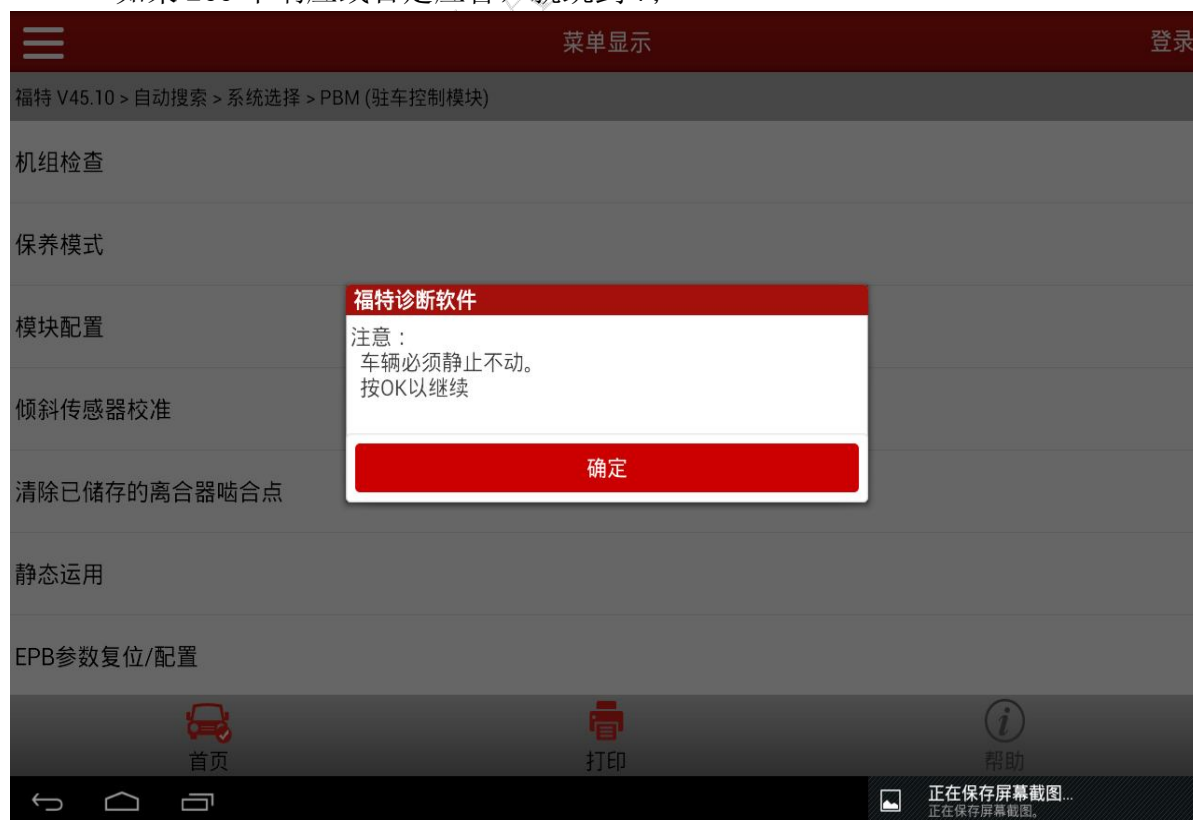

图 5
5). 提示：注意：车辆必须静止不动（如图 5），点击“确定”进入下一步；